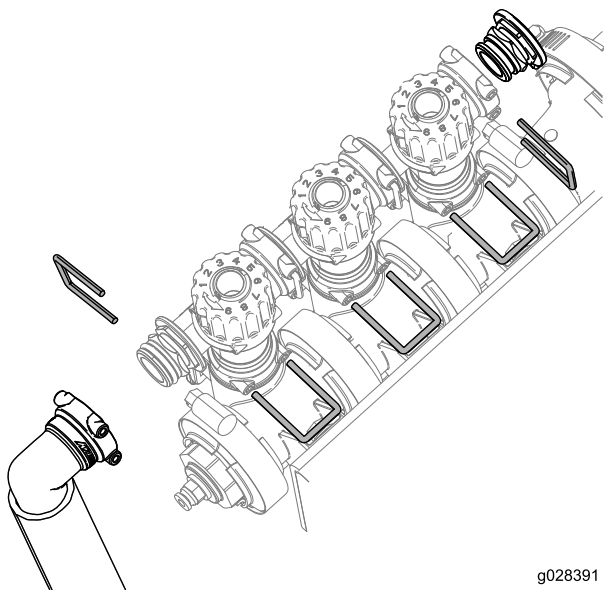

Figure 4
- Déposez les étriers de fixation du bloc de réglage de dérivation, le bouchon d'extrémité et l'ensemble raccord et flexible, comme montré à la Figure 4.